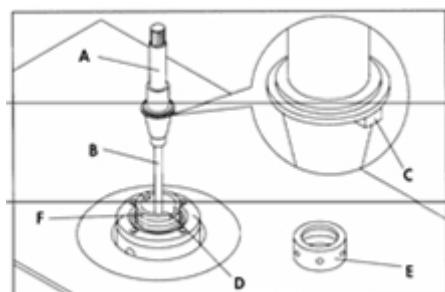

Рис. 3.12
4. Закрутите тонкий шомпол (B) Рис. 3.12 в резьбовое отверстие в основании сменного шпинделя (A) и снимите две стопорные гайки и специальную коническую шайбу с другого конца шомполя (B).
5. Очень осторожно введите шомпола (B) и шпиндель (A) вниз через вал, как показано на Рис. 3.12. Убедитесь, что выступ (C) на шпинделе встал в паз (D), а резьба гайки шпинделя (E) попала на резьбу (F).